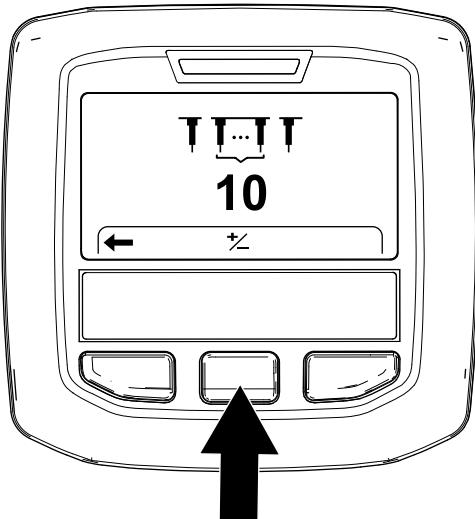

Рисунок 61
- Нажмайте правую кнопку инфо-центра, пока не отобразится экран Setting the Tine Quantity (Установка количества зубьев) (Рисунок 61).